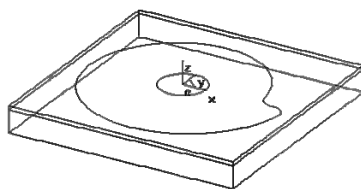

图 2-118 拾取的轮廓
1) 完成加工参数设置后，单击“确定”按钮，系统在界面的左下方提示“拾取轮廓”，拾取的轮廓如图 2-118 所示，红色的即为拾取的轮廓。拾取完后直接单击右键即可。